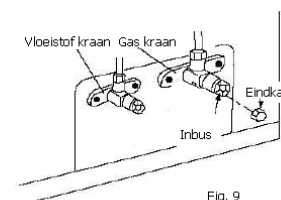

Fig. 9
2. Plaats de koelleiding recht boven de kranen en draai de moeren met de hand vast. (zie Fig.9)